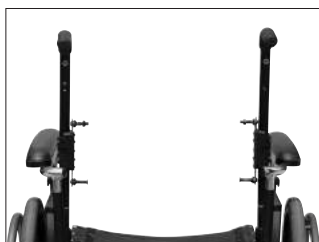

Fig. 4
5. Measure the height of the Quickfit clamp assembly from a fixed position on the wheelchair and install the second at the same desired height. Further, make sure the cane clamp mounting plates are mounted parallel with each other. See Fig. 4 below. *Mesurez la hauteur de l'ensemble de serrage Quickfit à partir d'une position fixe sur le fauteuil roulant et installez le second à la même hauteur désirée. En outre, assurez-vous que les plaques de montage de la pince à canne sont montées parallèlement les unes aux autres. Voir la Fig. 4 ci-dessous.*